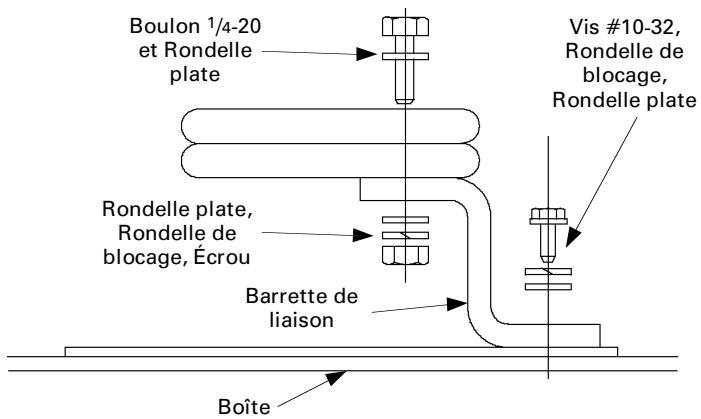

Figure 3. Attaching a bonding strap.
3. Lorsqu'une barrette de liaison est exigée pour les besoins de l'entrée de service, installer la barrette de liaison au-dessus de la barre à l'aide d'un boulon de 1/4-20, d'un écrou, d'une rondelle de blocage et d'une rondelle plate fournis, comme montré à la Figure 3. Utiliser un boulon de 1 1/4" pour les applications jusqu'à 600 A ou un boulon de 1 5/8" pour les applications jusqu'à 800 et 1200 A. Serrer le boulon à 40–50 lb.-po. Fixer le côté opposé de la barrette de liaison à la base de montage du neutre et à l'arrière de la boîte à l'aide de la vis autotaraudeuse de #10-32 et de la rondelle de blocage, fournies. Serrer à 27–32 lb.-po.